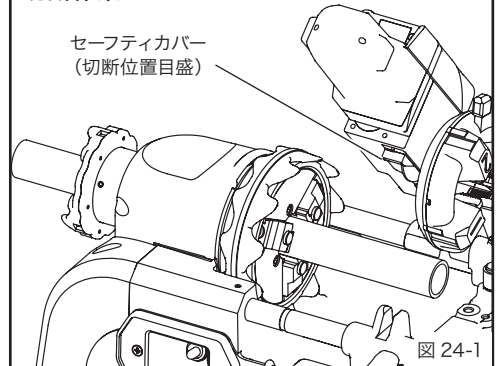

図 24-1
- ① 切断するパイプは必ずしっかりとチャッキングしてください。
- ② セーフティカバーの切断目盛を切断位置に合わせ、パイプマシンのスイッチを ON にしてください。(図 24-1)